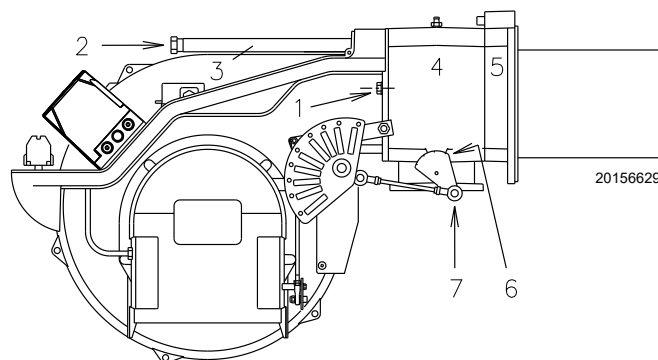

Fig. 39
- remontar o queimador nas guias 3)(Fig. 39) a cerca de 100 mm do mangote 4)(Fig. 39);
- Fixar o queimador ao mangote com os parafusos 1)Fig. 39.
- Voltar a enganchar a rótula 7) no sector graduado 6)Fig. 39.